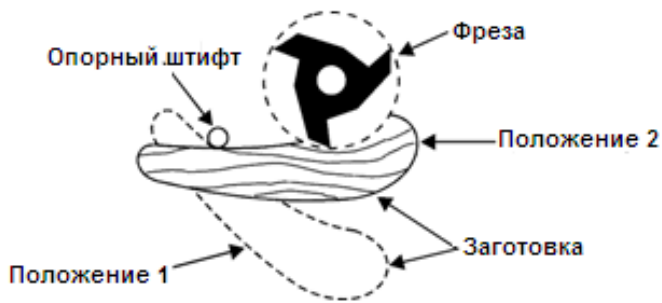

Рисунок 42
1. Заготовку следует поместить в положение 1 (Рисунок 42), используя штифт в качестве опоры.